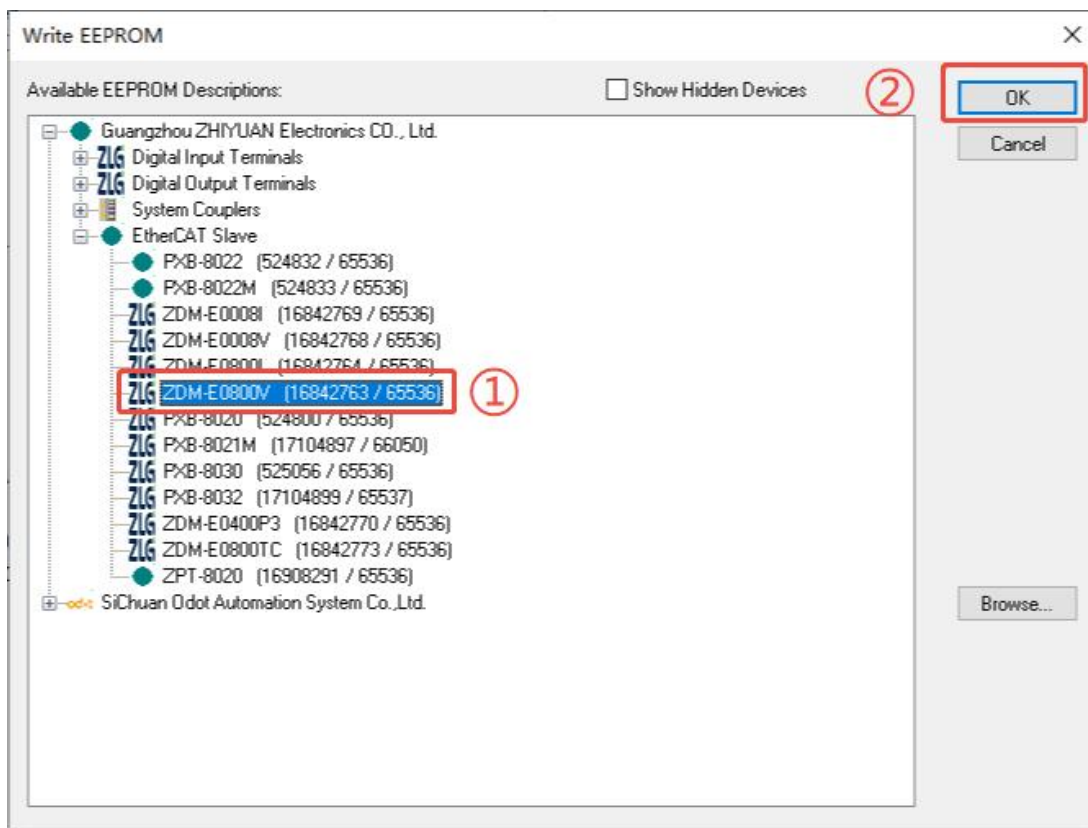

图 6.3 烧录 ESI 文件至 EEPROM
3. 跳转至烧录界面，选中需要烧录的 ESI 文件（此处以 ZDM-E0800V 为例），点击 OK 即开始烧录对应的 ESI 文件，如图 6.3 所示。